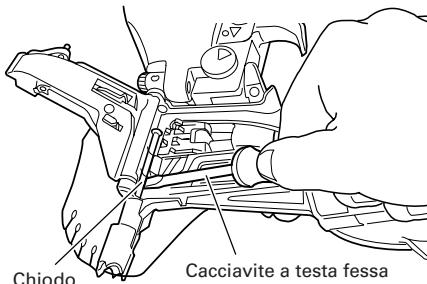

Fig. 15
- (2) Rimuovere il chiodo inceppato con un cacciavite a testa fissa. (Fig. 15)